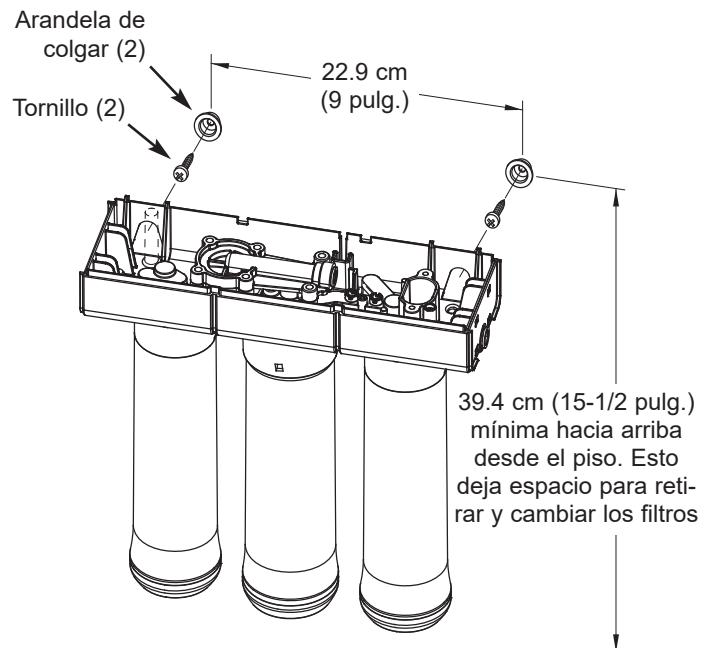

FIG. 12
Vea la Fig 12. Las arandelas de colgar permiten levantar el conjunto del filtro desde las arandelas sin tener que retirar herramientas adicionales. Al planificar la instalación, debe dejar espacio suficiente para cambiar los filtros.
2. Ubique las ranuras de montaje en la parte interior trasera del conjunto. Vea la Fig. 12.
3. Mantenga el conjunto arriba de la superficie de la pared y marque las posiciones para las arandelas de colgar. Vea la Fig. 12. Monte la unidad a una altura suficiente a fin de dejar espacio para cambiar los filtros sin tener que sacar la unidad de la pared.